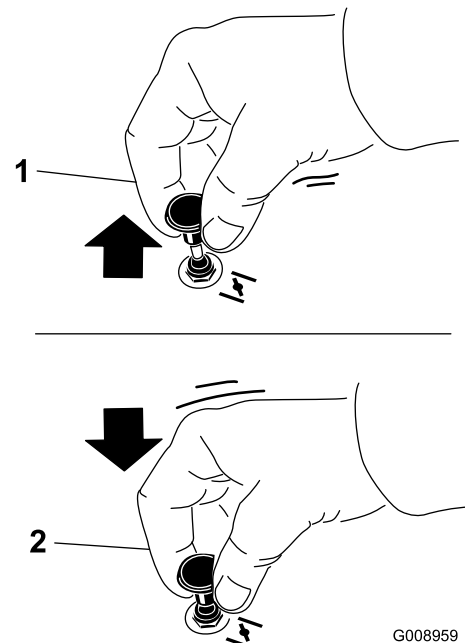

Figura 17
1. Tire hacia arriba del mando para activar el estárter antes de girar la llave del contacto (Figura 17).
2. Presione hacia abajo el control del estárter para desactivar el estárter después de que el motor arranque (Figura 17).